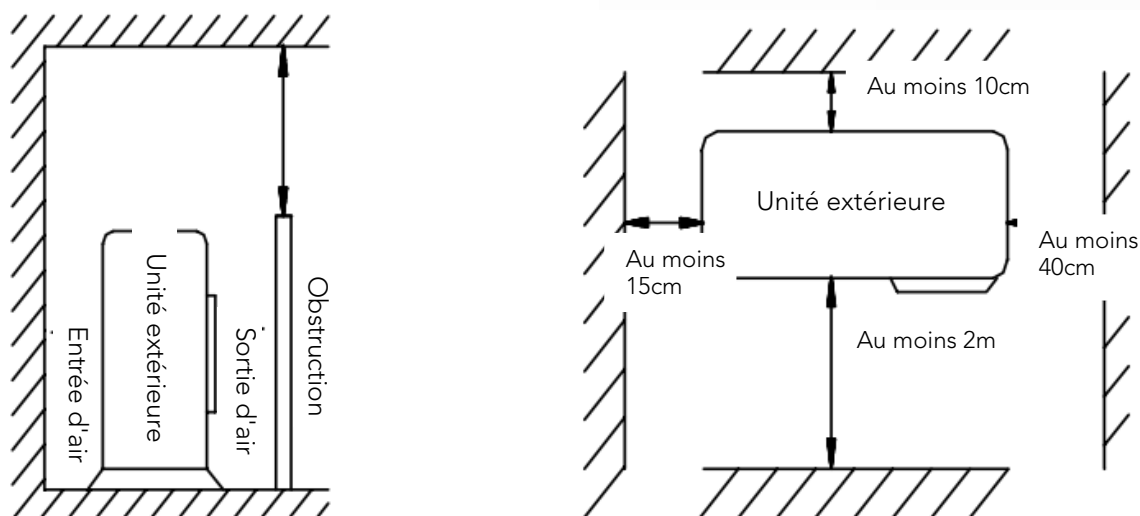

Fig 2
- La distance d'installation doit être requise comme indiqué dans la Fig. 2.